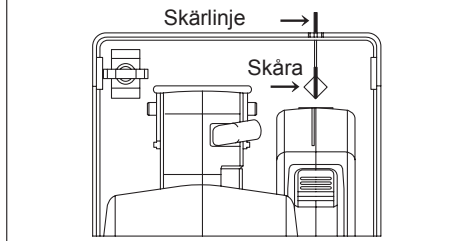

Fig.5
1. Placera riktlinjen på skon i linje med skärlinjen [Fig.5]